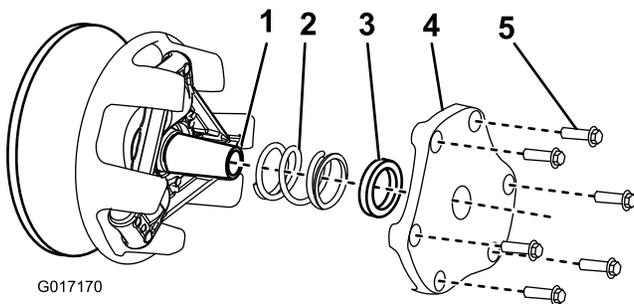

Figura 61
4. Riponete il carter, il distanziale e la molla (Figura 61).